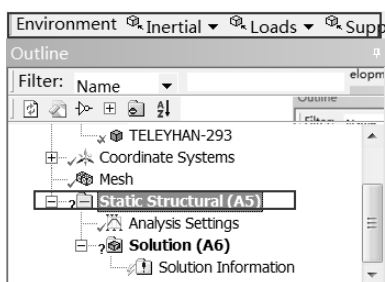

图 5-101 Environment 工具栏
Step1 :选择 Mechanical 界面左侧 Outline (分析树)中的 Static Structural (A5) 选项 ,此时会出现如图 5-101 所示的 Environment 工具栏。